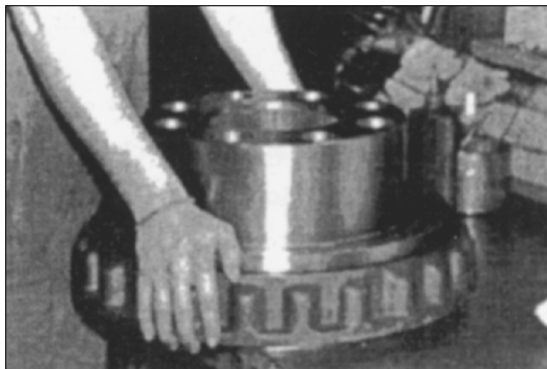

Рис. 95
4. Установите уплотнение на ступицу, используя зажимное приспособление, как в п. 1. Рис. 95.